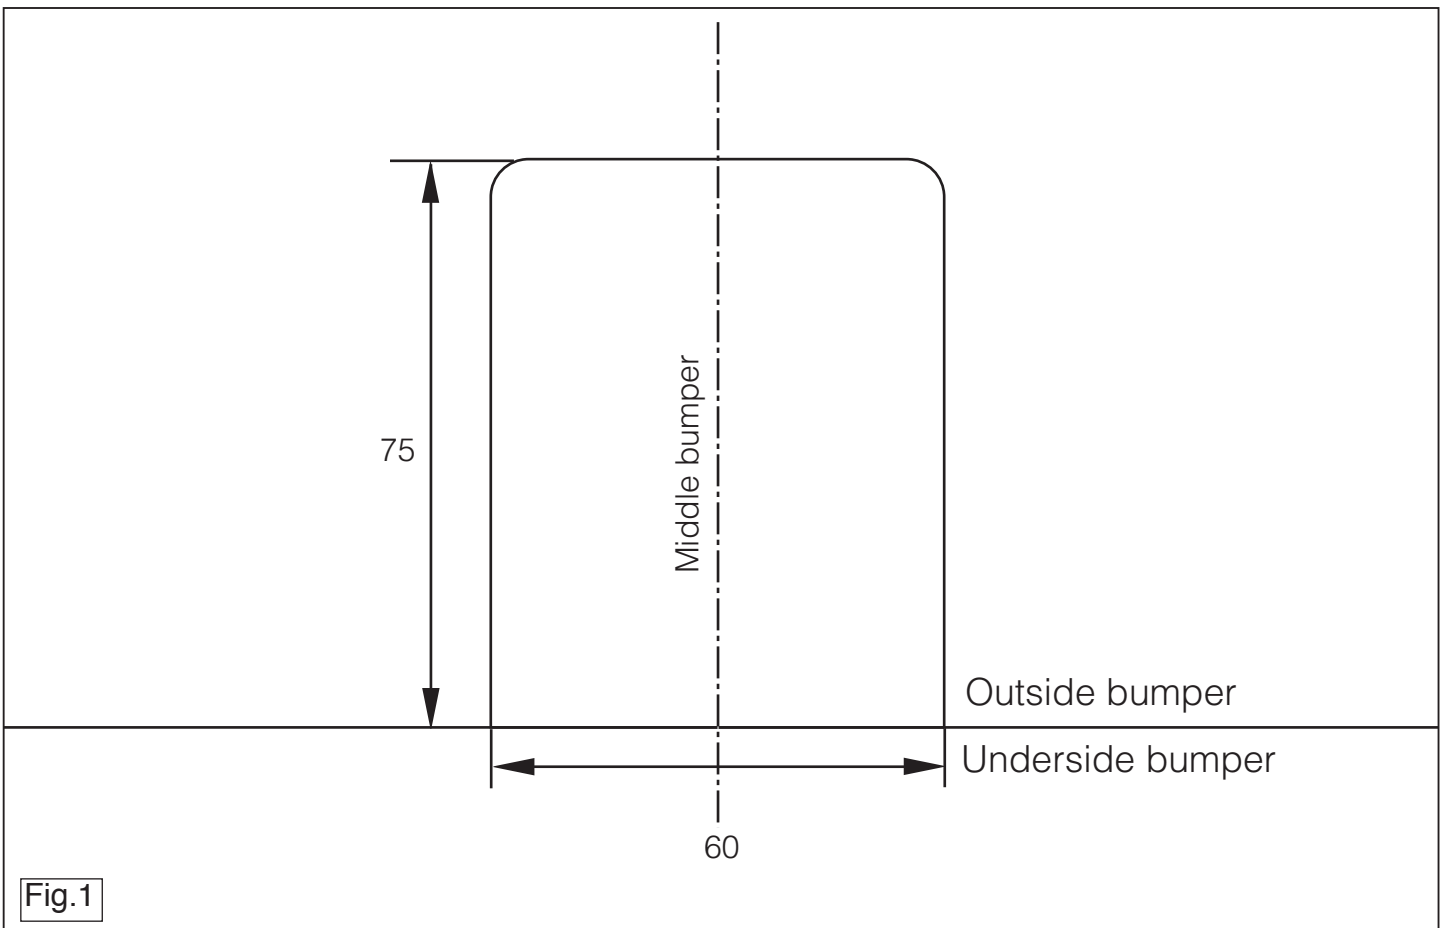

Fig.1
2. **Octavia Sdn/Wgn; ->2009:** Saw a section out of the middle of the underside of the bumper as shown in fig 1.
2. Teil aus der Mitte gemäß Abbildung 1 heraus schneiden.
2. **Octavia SchWgn: ->2009:** Scier au centre de la partie inférieure du pare-chocs une partie correspondant à la figure 1.